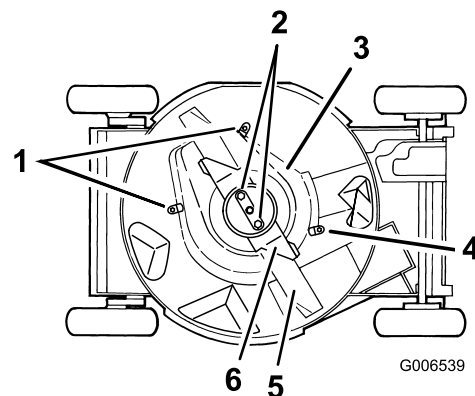

Figure 41
6. Débloquez les pattes qui fixent la protection du système BBC à la tondeuse en desserrant les écrous ou les boulons sur les pattes (Figure 41). Tournez les pattes à 180° pour les écarter.